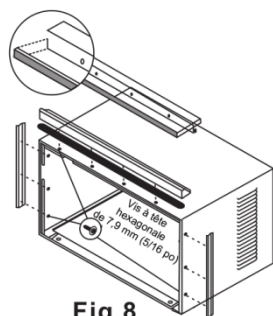

Fig.8
2. Installez l'angle supérieur et les retenues latérales comme le montre la figure 8 (10 vis)